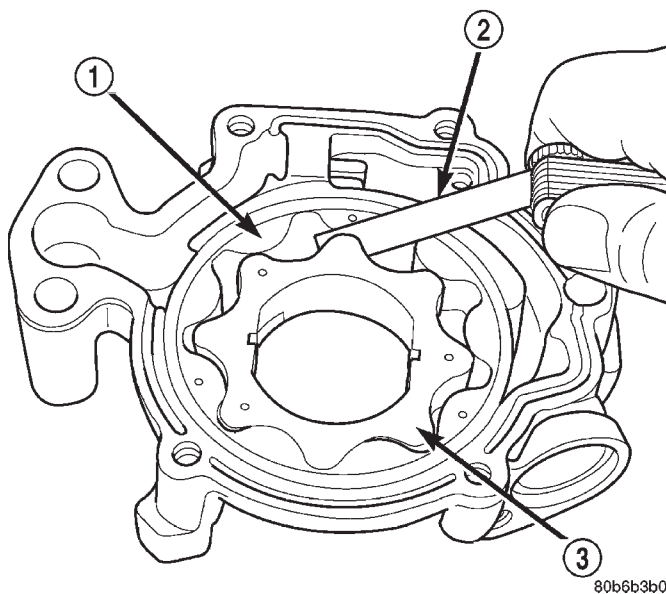

Abb. 133 Messen des Spiels zwischen den Rotoren
(7) Innenrotor in das Pumpengehäuse legen. Spiel zwischen Innen- und Außenrotor messen (Abb. 133). Beträgt das Spiel zwischen den Rotoren 0,150 mm (0,006 Zoll) oder mehr, muß die Ölpumpe ausgetauscht werden.